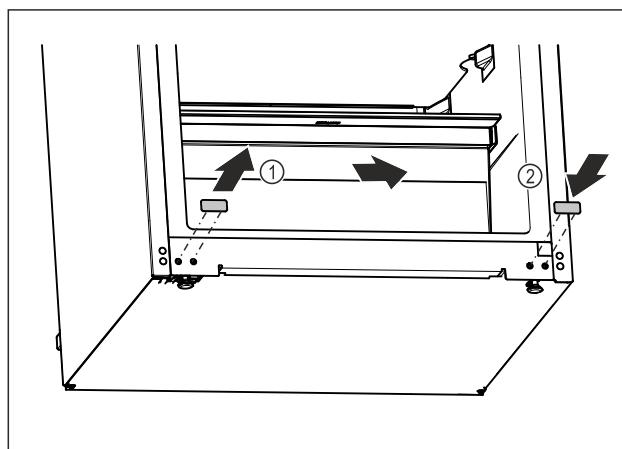

Fig. 12
- Izvucite pokrovni čep. Fig. 12 (1)
- Umetnite pokrovni čep na suprotnu stranu. Fig. 12 (2)